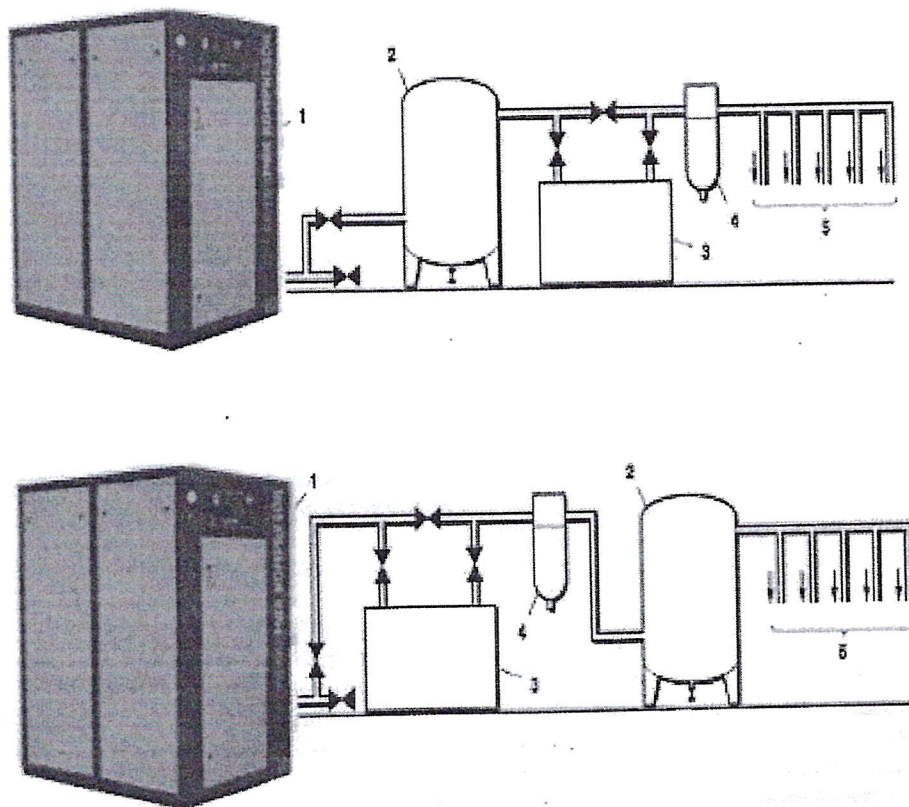

Рис. 2
При монтаже нового компрессора (1) важно изучить всю систему сжатого воздуха (см. рис.2). Это необходимо для обеспечения безопасности и высокой производительности всей пневматической системы. Одним из вопросов, на которых необходимо обратить внимание, является перенос жидкости. Установка осушителей воздуха (3) обычно решает эту проблему, поскольку при правильном подборе и монтаже могут снизить перенос любой жидкости практически до нуля.